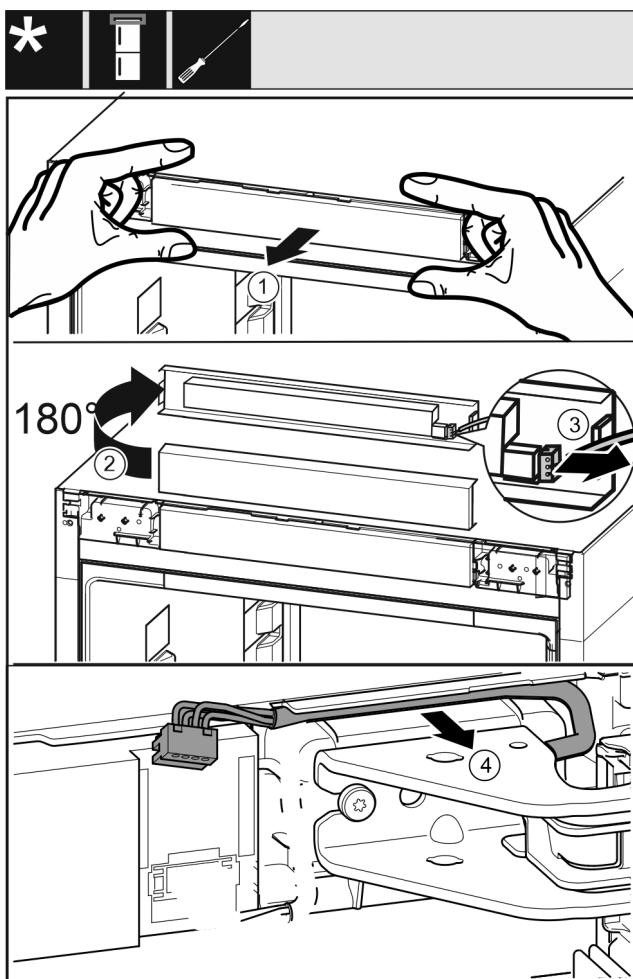

Fig. 19
- Осторожно отсоедините фальшпанель устройства движением вперед. Fig. 19 (1)
- Поверните фальшпанель вверх на 180°. Fig. 19 (2)
- Прижмите язычок защелки назад и осторожно выньте штекер. Fig. 19 (3)
- Осторожно высвободите кабель над опорным кронштейном из направляющей. Fig. 19 (4)